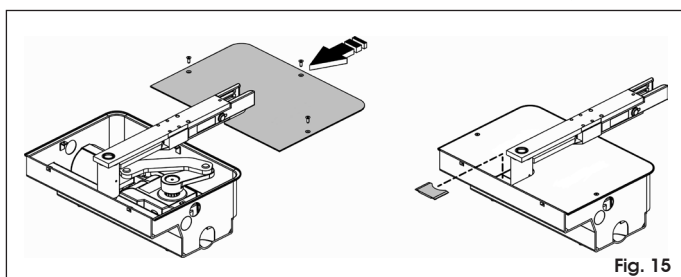

Fig. 15
4. Fijar la tapa de la caja con los tornillos respectivos (Fig. 15).